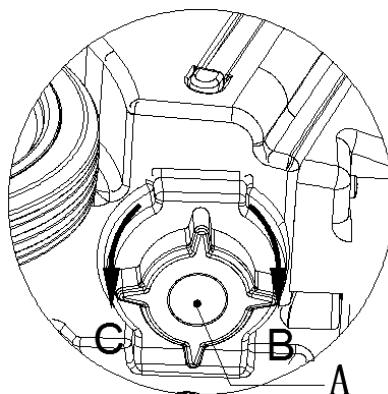

Figura 11
2. Deșurubați capacul de la evacuarea apei curate (A, Figura 11) în sensul invers acelor de ceasornic (C, Figura 11) pentru a goli rezervorul de soluție.